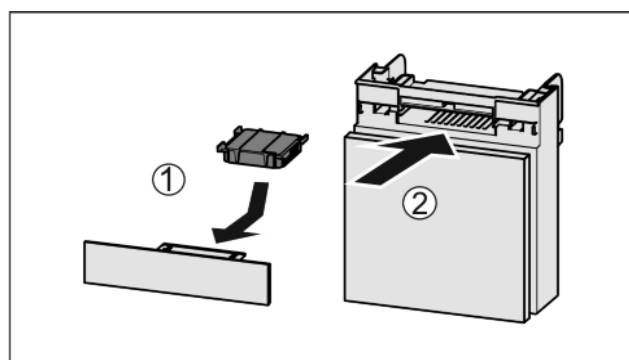

Fig. 52
- ▶ Aktivkohlefilter nach Abbildung einsetzen Fig. 52 (1).
- ▶ Fach einschieben Fig. 52 (2).